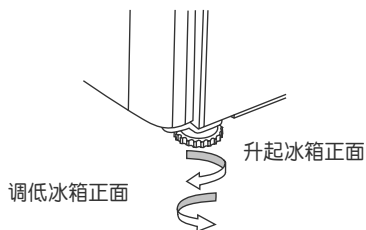

图11 冰箱调平脚
- C 旋出前脚，直到冰箱正面比背面高出大约10mm为止。这样可以确保好关门。（参看图11）。